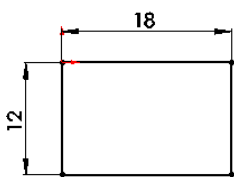

图 3-137 绘制的草图
**05** 绘制草图。在菜单栏中选择“工具”→“草图绘制实体”→“矩形”命令，以原点为一角点绘制一个矩形并标注尺寸，如图3-137所示。